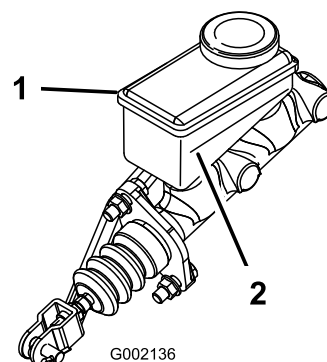

Figura 55
3. Mire el nivel de aceite en el lateral del depósito (Figura 55).
- B. Añada líquido de frenos DOT 3 al depósito hasta que el nivel esté por encima de la línea Mínimo (Figura 55).